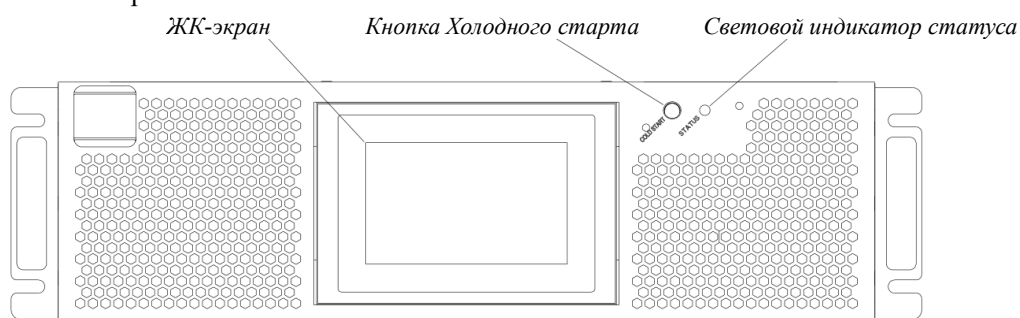

Рис.5-6 Расположение кнопки Холодного старта.
2. Нажмите и удерживайте красную кнопку (рис. 5-6), батарея подает питание на ИБП.